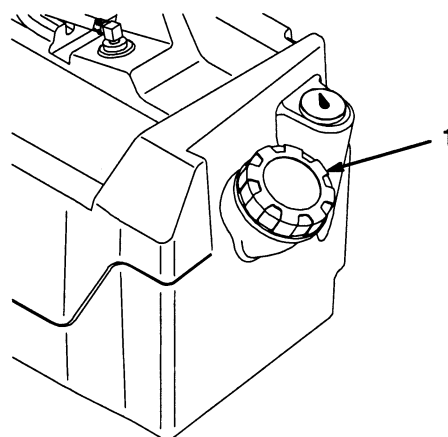

Figure 2
2. Nettoyez la surface autour du bouchon du réservoir (Fig. 2).